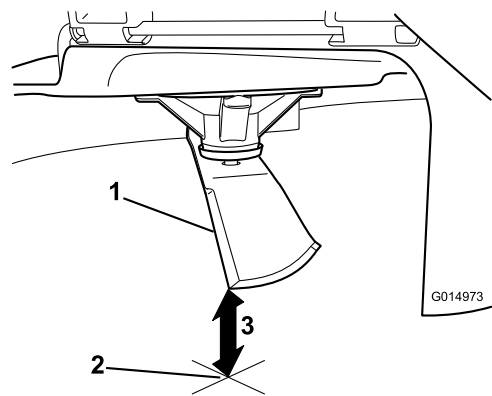

Figura 66
3. Mida desde la punta de la cuchilla hasta la superficie plana (Figura 66).